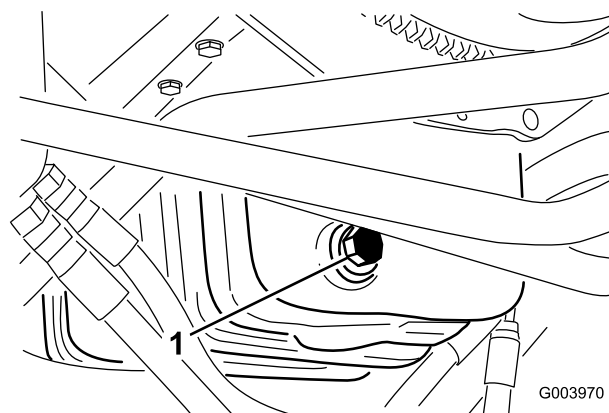

Figura 52
1. Togliete il tappo di spurgo (Figura 52) e lasciate defluire l'olio in una bacinella.